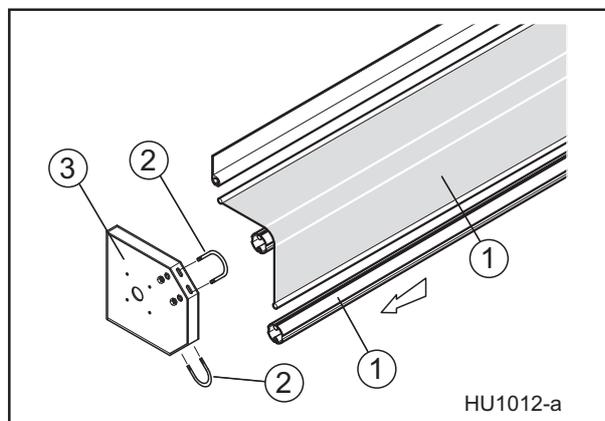

Abb. 16
- Am unteren Keder Alurohr (1) aufschieben und mit Hilfe der U-Bügel (2) an Lagerkonsolen (3) und Ballenbügel (4) befestigen (siehe Abb. 16). Dabei durch Drehung des Rohres Spannung auf die Ballenverkleidung bringen.